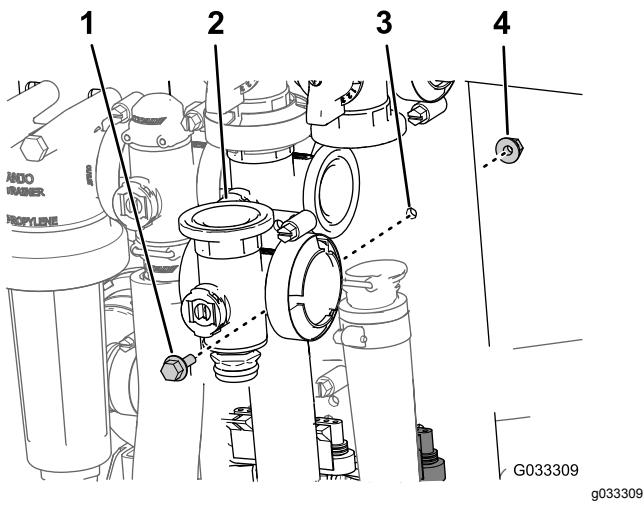

図 67
3. マスター ブーム バルブをバルブマウントに固定しているフランジヘッドボルトとフランジロックナットを外してバルブマニホールドを機体から取り外す 図 67。